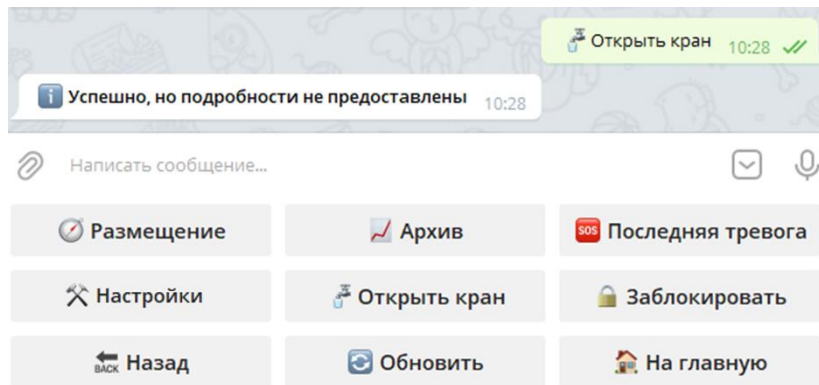

Рисунок 112 – Обращение к кнопке «Открыть кран»
–  – открытие крана с электроприводом. Кнопка появляется в том случае, если кран закрыт. При обращении к кнопке команда будет добавлена в очередь, либо выполнена сразу (Рисунок 112). В случае, если команда не выполнится сразу, при следующем сеансе связи устройства с сервером, она будет отправлена и выполнена. Если пользователь запросил выполнение нескольких команд, они будут выполнены в порядке поступления. Скорость выполнения команды зависит от настроек параметров модема, задаваемых в СПО Комплексов «Квант-Энерго». После выполнения команды кран будет открыт. Для обновления сведений о смене состояния крана, пользователю необходимо нажать на кнопку  : помимо отображения сведений об изменении состояния крана, кнопка открытия крана примет вид –  (Рисунок 113 а). Заметим, что команда для закрытия крана отработает аналогичным образом и закроет кран с электроприводом (Рисунок 113 б);